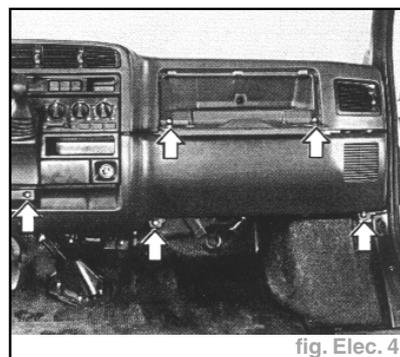

fig. Elec. 4
- Ouvrir la boîte à gants et dévisser les vis de fixation du revêtement inférieur tableau de bord côté passager (fig. Elec. 4).